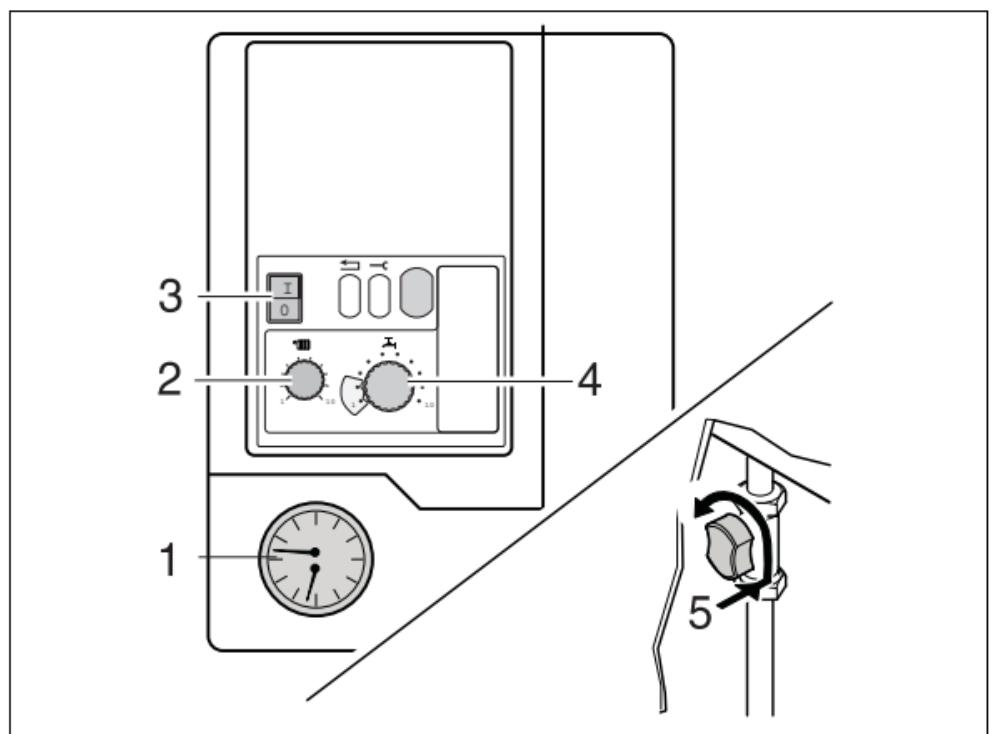

Fig. 1 Pannello di regolazione, indicatore di pressione, rubinetto di intercettazione del gas, indicatore della temperatura
- Verificare la pressione dell'acqua (fig. 1, pos. 1).
- Regolare la temperatura di mandata dell'acqua mediante il regolatore (fig. 1, pos. 2) facendo riferimento alla tabella 1.
- Regolare la temperatura dell'acqua calda mediante il regolatore (fig. 1, pos. 4) facendo riferimento alla tabella 2.
- Aprire il rubinetto di intercettazione del gas: premere e girare verso sinistra in posizione verticale (fig. 1, pos. 5)
- Porre l'interruttore e (fig. 1, pos. 3) elettrico in posizione "I". L'apparecchio inizia il programma di avvio ciclo e dopo circa 30 secondi si accende il bruciatore.